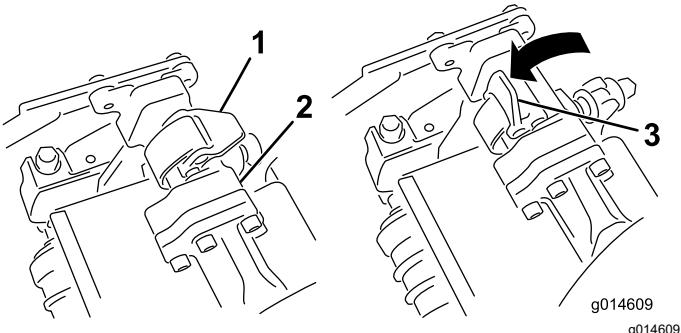

Figure 62
4. Les verrous de la barre de bras de suspension étant orientés en haut (c.-à-d. ouverts) (Figure 62), poussez le bras de suspension vers le bas pour que la barre s'engage sur la barre transversale au sommet de l'unité de coupe (Figure 63).
5. Fermez les verrous autour de la barre de l'unité de coupe et bloquez-les en place (Figure 62).
5. Ouvrez les verrous sur la barre du bras de suspension appartenant à l'unité de coupe que vous voulez déposer (Figure 62).